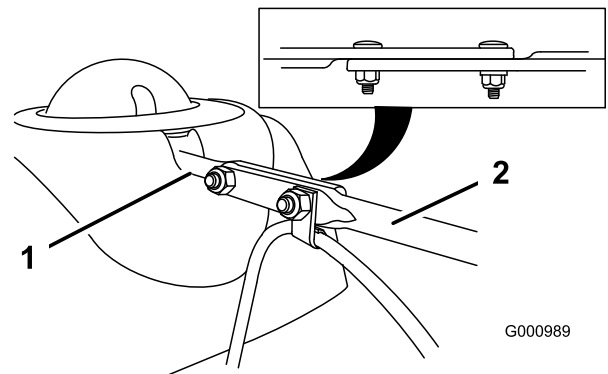

Bild 9
3. Richten Sie das abgeflachte hintere Ende der langen Auswurfschaltstange mit dem abgeflachten vorderen Ende der kurzen Stange aus, die aus dem Armaturen Brett herausragt, sodass beide eingreifen (Bild 9).